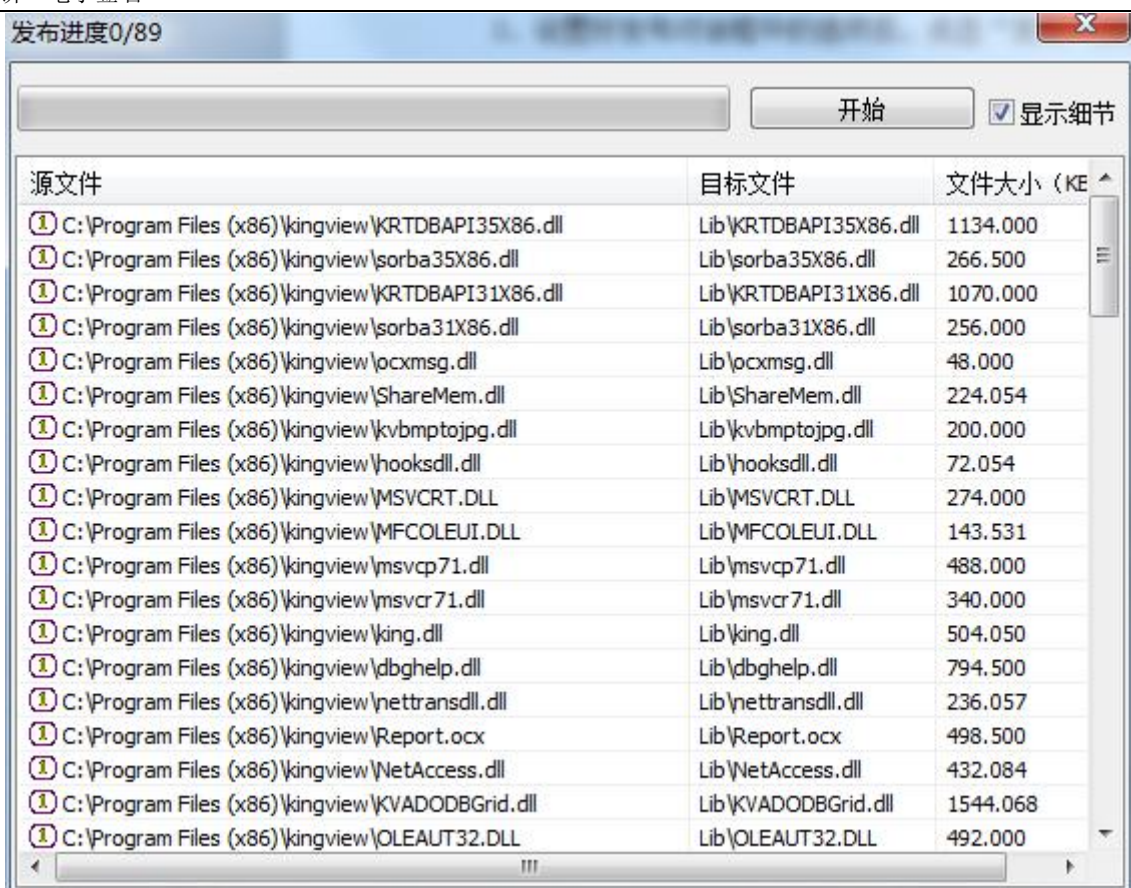

图 12-20 发布信息显示界面
- 2、设置好发布对话框中的选项后，点击“发布”按钮，弹出如图 12-20 所示的对话框